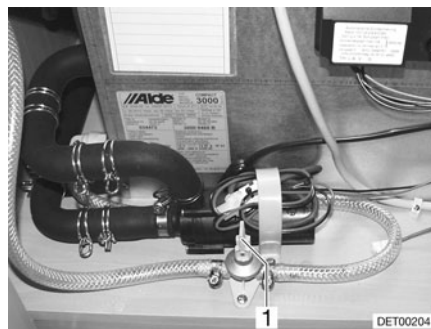

Fig. 183 Llave de desagüe
- Cerrar las llaves de desagüe. Colocar para ello el balancín (Fig. 183,1) en posición horizontal.